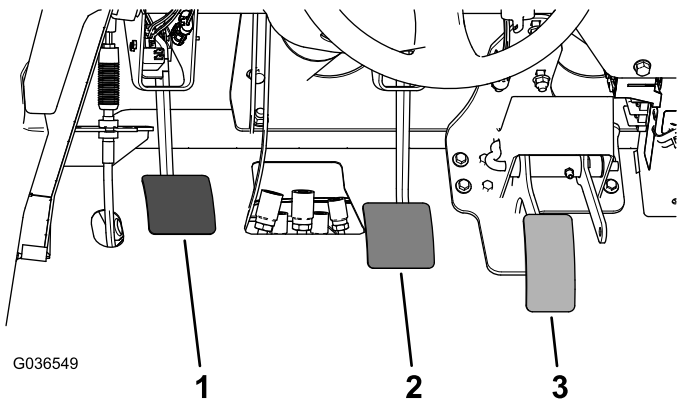

Bild 62
2. Heben Sie das Bremspedal an (Bild 62), bis es den Rahmen berührt.
3. Lösen Sie die Klemmmuttern, mit denen das Joch an der Hauptzylinderwelle befestigt ist (Bild 62).